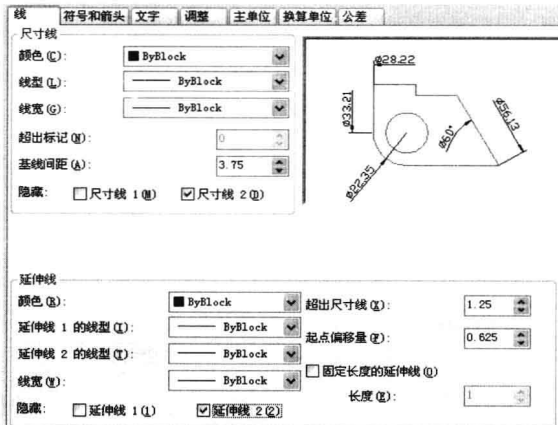

图 7-7-5
(5) 单击“线”选项卡，尺寸线“隐藏”项目选择“尺寸线 2”，延伸线“隐藏”项目选择“延伸线 2”，如图 7-7-5 所示。单击“确定”按钮，单击“关闭”按钮。